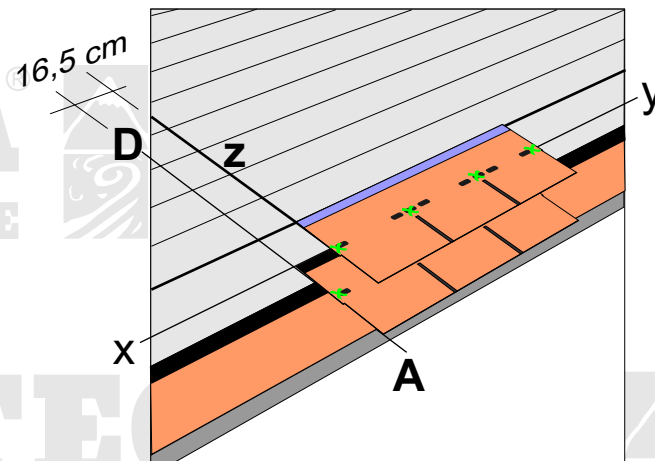

Fig. 7 - Sequenza di 2 tegole
- La posa della seconda fila di tegole inizia allineando la tegola mod. Elite alla linea di riferimento z (fig. 7);